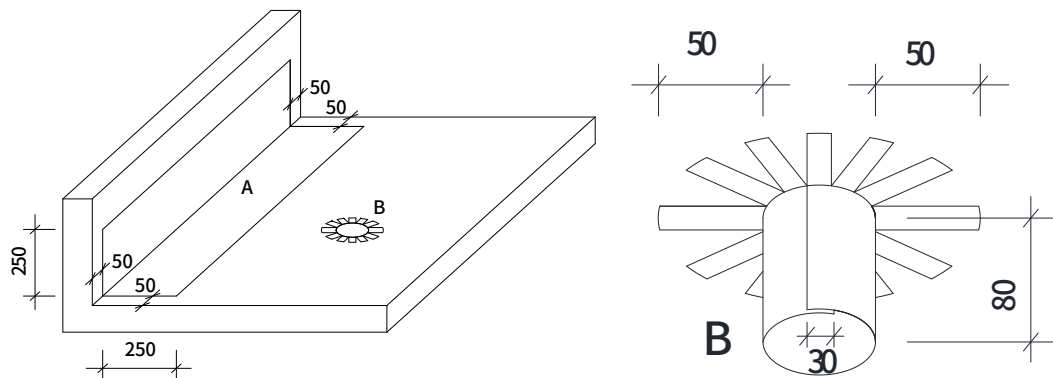

图 10 阴角加强层图 11 水落口加强层
(1) 考核准备。防护品佩戴应包括：工作服、手套、工作鞋等，护目镜等其他防护品由个人根据需要佩戴。对工具、防水材料、辅助材料、模具、电源等进行检查；
(2) 防水涂料施工技术要求及说明。涂料施工区域为模型的大平面、女儿墙立面，上下左右各边留出 50mm 空白。基层不需要涂刷打底层；
(3) 操作顺序：水平阴角加强层，用无纺布作胎基—水落口加强层，用无纺布作胎基—立面与平面涂料防水，用无纺布作胎基—表面一道涂料；
(4) 平面与立面阴角采用无纺布胎基加强防水层 A，加强层平面宽度与立面高度均为 250mm。加强层采用“涂料+无纺布+涂料”一次完成，涂料应浸透无纺布，不得有露白（见图 10）；